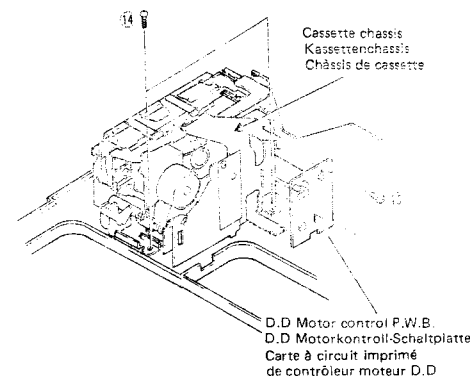

Fig. 5 Abb. 5
- Cassette chassis (Fig. 5)**
- D.D Motor control P.W.B. (Fig. 5)**
- Kassettenchassis (Abb. 5)**
- D.D-Motorkontroll-Schaltplatte (Abb. 5)**
- (5) **Chassis de cassette (Fig. 5)**
- (1) **Carte à circuit imprimé de contrôleur moteur D.D. (Fig. 5)**